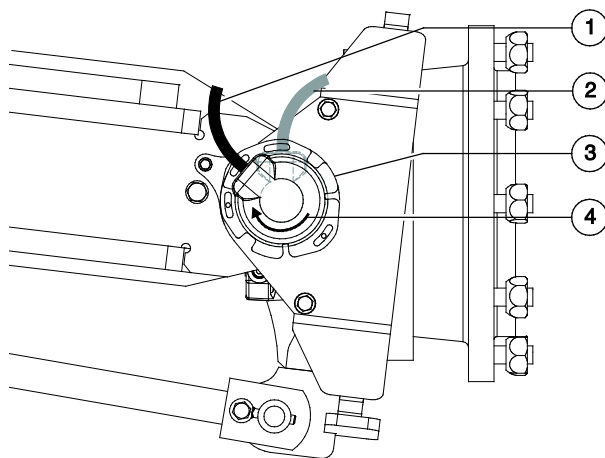

Ilustración 3
- 10 Coloque el nuevo conjunto del sensor de dirección sobre el pasador activador del sensor con el cable del sensor en ángulo en la dirección opuesta al neumático. Vea la ilustración 3.